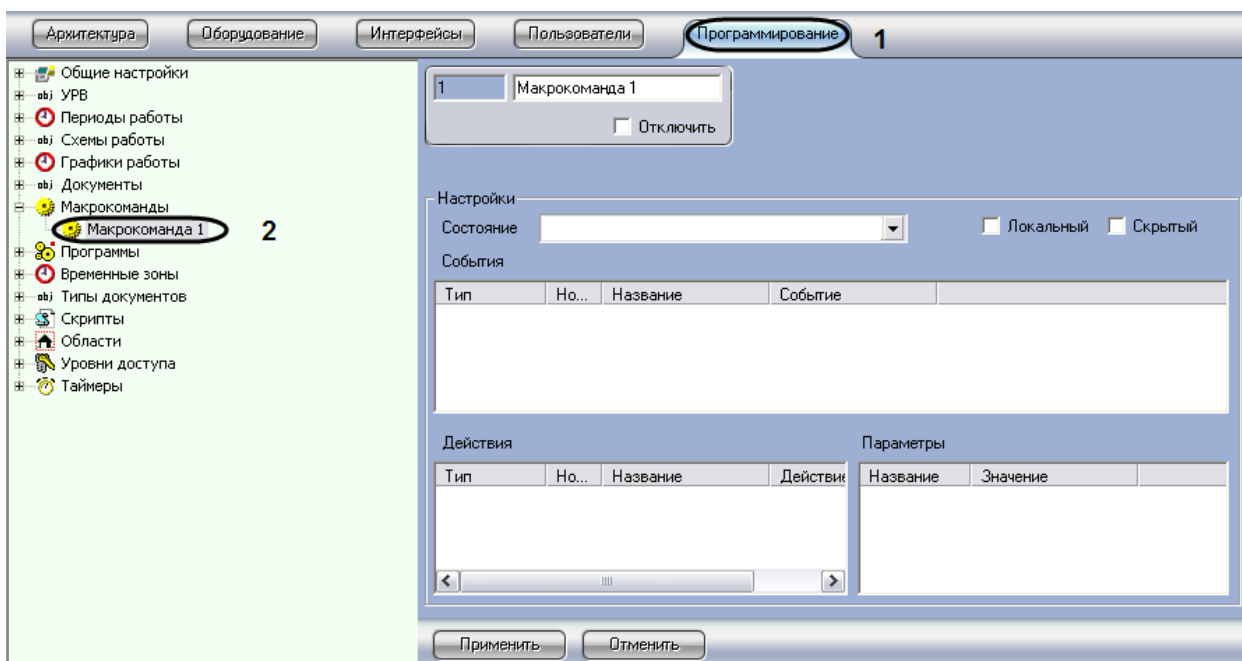

Рис. 3.4—13 Панель настроек объекта «Макрокоманда»
3. Открыть вкладку «Оборудование» диалогового окна «Настройка системы» программы «Интеллект» (Рис. 3.4—14, 3).